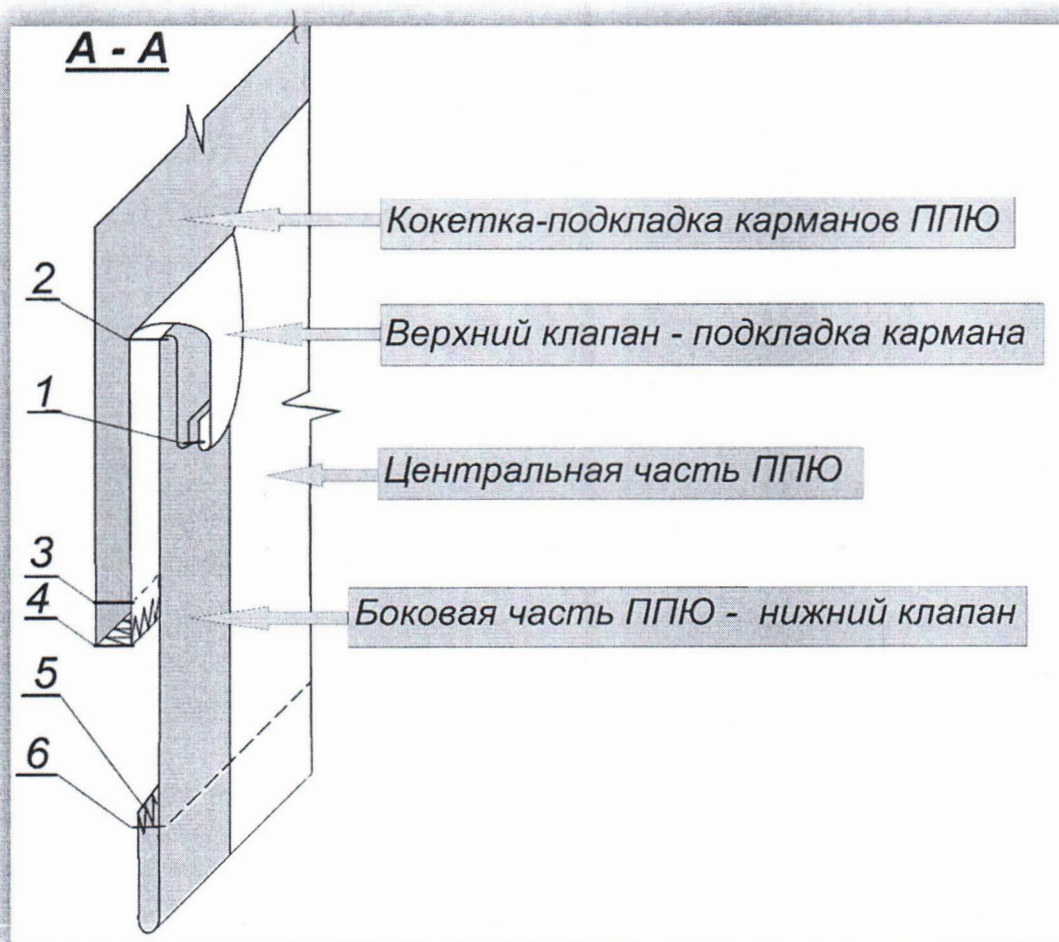

Рисунок 2 – Схема обработки кармана в шве с клапаном-отворотом и обработки низа ППУ
2) При пошиве можете воспользоваться рекомендованной технологической последовательностью изготовления, приведенной ниже (стр. 7), а также схемой обработки (стр. 8, рис. 2), или применить свой метод изготовления, не ухудшающий качество и полностью соответствующий заданному внешнему виду фрагмента модели женского платья.
4. Обтачать нижний клапан-отворот верхним клапаном-отворотом, цельнокроенным с подкладкой кармана, ш. шва 0,7 см (рис. 2, стр. 1)
9. Закрепить клапан – отворот вдоль перегиба строчкой с учетом перегиба (рис. 2, стр. 2)
10. Притачать кокетку к верхнему срезу ППЮ, одновременно (или последовательно) стачивая внутренние срезы подкладки карманов, ш. шва 1,0 см (рис. 2, стр. 3)
11. Обметать шов притачивания кокетки и внутренний шов подкладки кармана (рис. 2, стр. 4)
13. Обметать срез низа ППЮ (рис. 2, стр. 5)
15. Застрочить низ ППЮ строчкой на расстоянии 2,5 см (рис. 2, стр. 6)